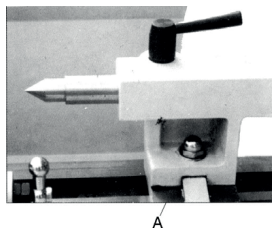

Fig. 9 Ajuste del apoyo del contrapunto.
Cuando va a cambiar de posición o reemplazar el contrapunto, debe aflojar la tuerca como se muestra en (A) de la Fig.9.